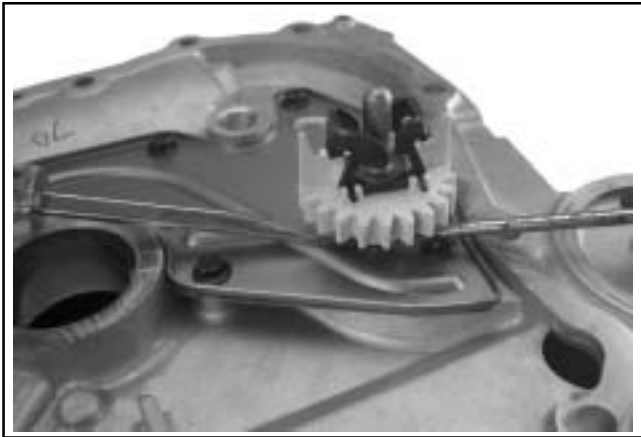

Figura 8-37. Extracción del engranaje del regulador.
1. Desmonte el engranaje del regulador y el conjunto del pasador de regulación. Presione ligeramente hacia arriba con las puntas de dos pequeños destornilladores. Ver Figura 8-37.